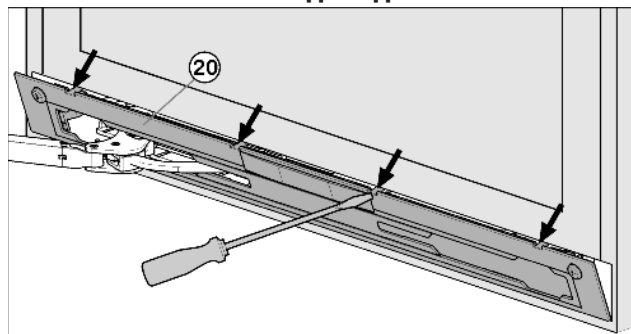

Рис. 9
- ▶ Снимите заглушку как показано на Рис. 9 (20) с помощью отвертки со шлицевой головкой.